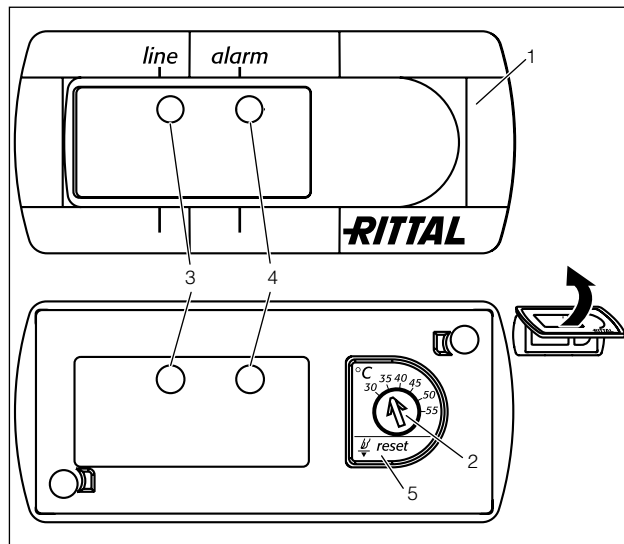

図 36： ベーシックコントローラ
- 温度設定アジャスタで、目的の設定温度をセットします (23 ページ、図 36)。
- リセットキー（図 36、No.5）を 3 秒以上押します。赤い LED 表示が消えます。